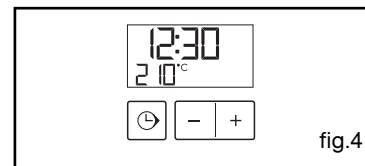

fig.4
Appuyez sur la touche "⌚" pour valider (fig.4).
Exemple : repère de température 210°C (fig.4).
- l'indicateur de durée de cuisson et 0:00 clignotent (fig.4).